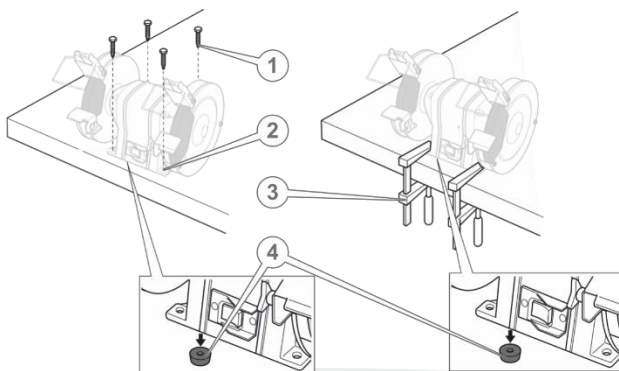

Рисунок 4. Методи фіксації точильного верстата.
1. Встановіть верстат на твердій рівній горизонтальній поверхні. Передбачено три варіанти встановлення виробу (див. рис. 4):
- без кріплення на 4-х гумових антивібраційних опорах (4);
- кріплення до верстака із використанням монтажних отворів (2) на корпусі верстата нарізними (1) (комплект кріплень не входить у склад виробу);